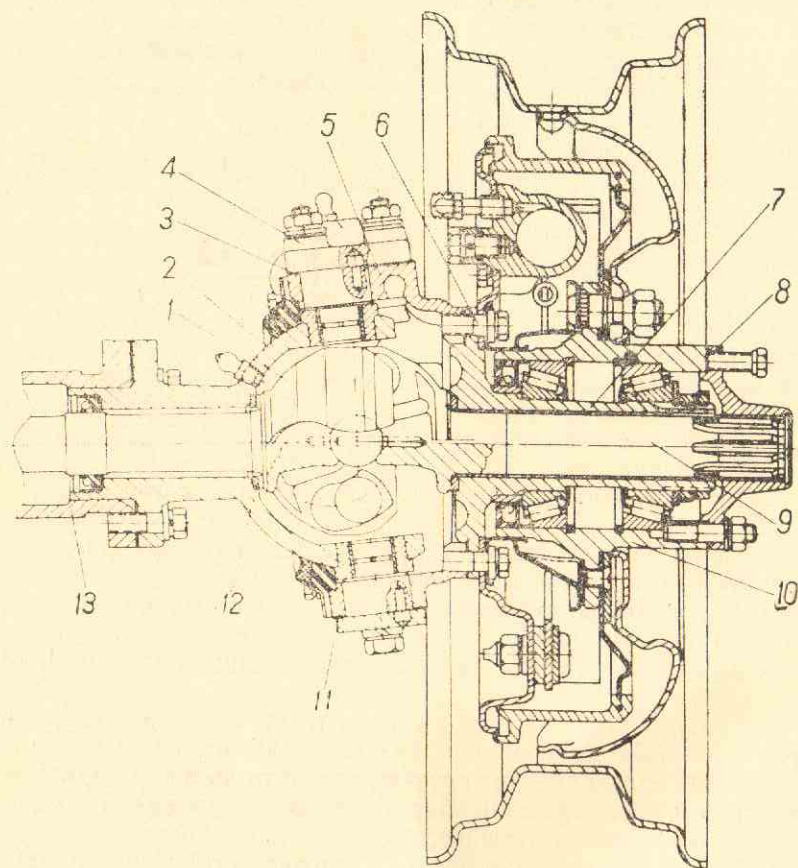
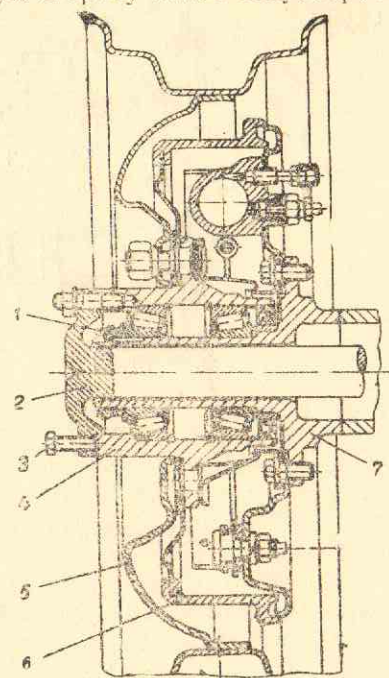

Рис. 28. Поворотный кулак.
Рис. 29. Ступица заднего колеса.
Устройство поворотного кулака в сборе показано на рис. 28. К кожуху полуоси пятью болтами привернута шаровая опора с запрессованными в нее втулками шкворней. На шаровой опоре посредством двух шкворней установлен корпус поворотного кулака, к которому шестью болтами крепится цапфа поворотного кулака и тормозной щит.
2. Снять фланец ступицы переднего колеса (см. рис. 28), для заднего колеса вынуть полуось (рис. 29).